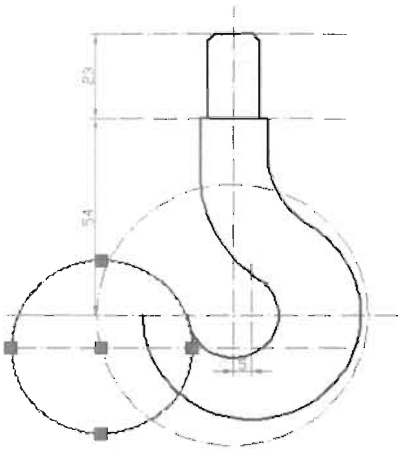

图 6-45
(2) 在命令提示行中输入 Circle 命令, 以辅助直线和圆弧的交点绘制半径为 24 的圆, 该圆就与 R12 相切, 如图 6-45 所示。